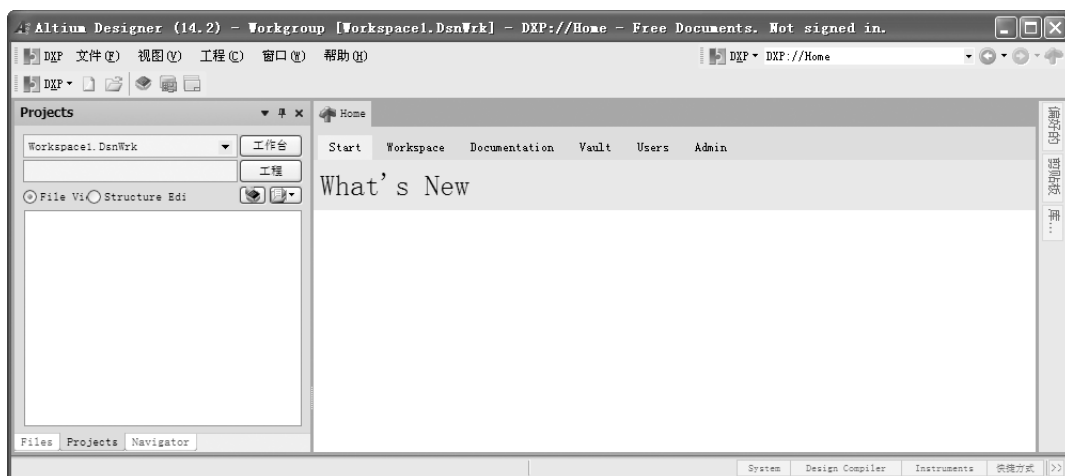

图 1-1 Altium Designer 14 的主窗口
Altium Designer 14 启动后便可进入主窗口，如图 1-1 所示。用户可以在该窗口中进行工程文件的操作，如创建新工程、打开文件等。
1) “我的账户”：用于管理用户授权协议，可设置授权许可的方式和数量。单击该命令弹出“Home”选项卡，如图 1-1 右侧区域所示。